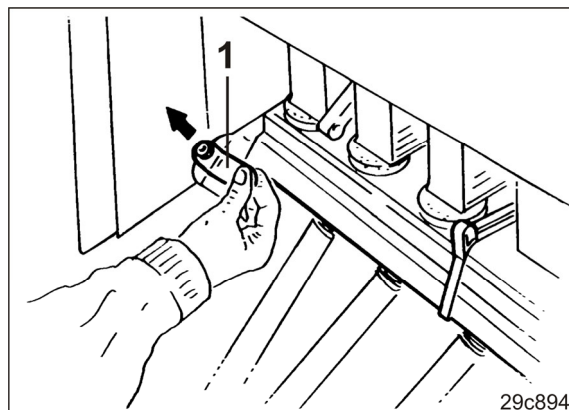

Fig. 75
2. Scoateți pârghia cu arc (Fig. 75/1) în lateral din blocaj.